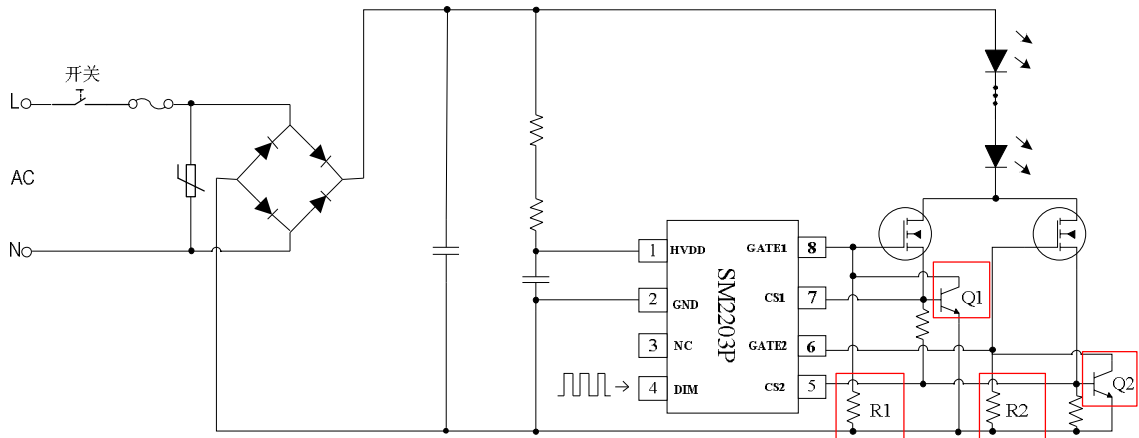

图 3 SM2203P 分段调光应用示意原理图
2、图 3 中的 Q1 和 Q2 两个三极管（NPN 型）主要是高 PF 系统应用时过雷击使用；
3、图 3 中的 R1 和 R2 两个电阻主要是在高 PF 系统应用时过 EMC 使用。